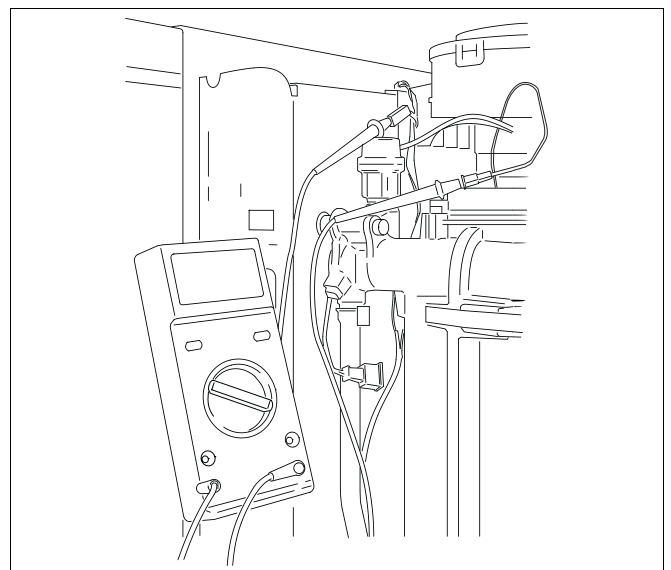

Abb. 40 Ionisationsstrom messen
- Steckverbindung der Ionisationselektrode lösen und Messgerät in Reihe anschließen (Abb. 40). Am Messgerät den μ A-Gleichstrombereich wählen. Das Messgerät muss eine Auflösung von mind. 1 μ A haben.